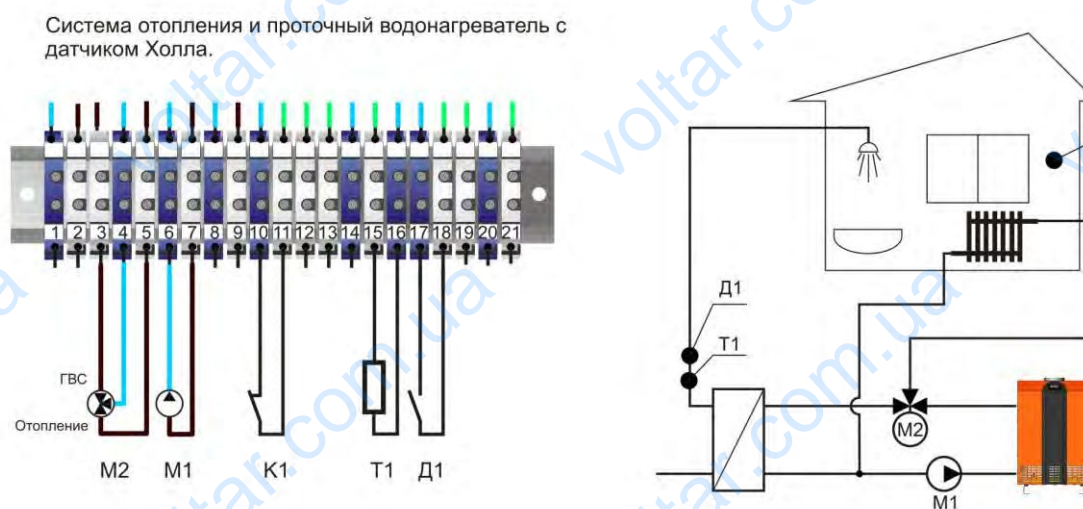

Рис.9. Схема подключения проточного теплообменника ГВС.
- произвести подключение контактов термостата бойлера косвенного нагрева к контактам термостата бойлера - K4, как указано на схеме рис. 9, протянув кабель через отверстие в задней стенке котла;
- произвести подключение датчик температуры ГВС к контактам датчика температуры T1, как указано на схеме рис. 9;
- произвести подключение датчика протока ГВС, как указано рис. 9;\*
- произвести подключение 3х ходового клапана для проточного теплообменника к контактам M2, как указано на схеме рис. 9;